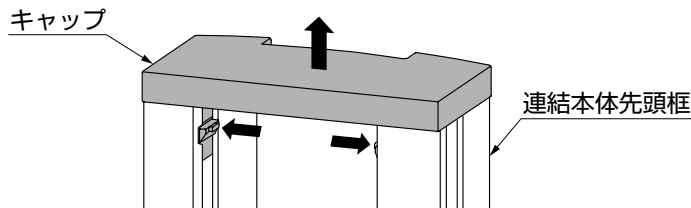

図6-1
- ① 連結本体先頭框のキャップの突起部を押して、上に引上げてはずしてください。（図6-1参照）
(2) 両開用角地部品と連結本体の組付け